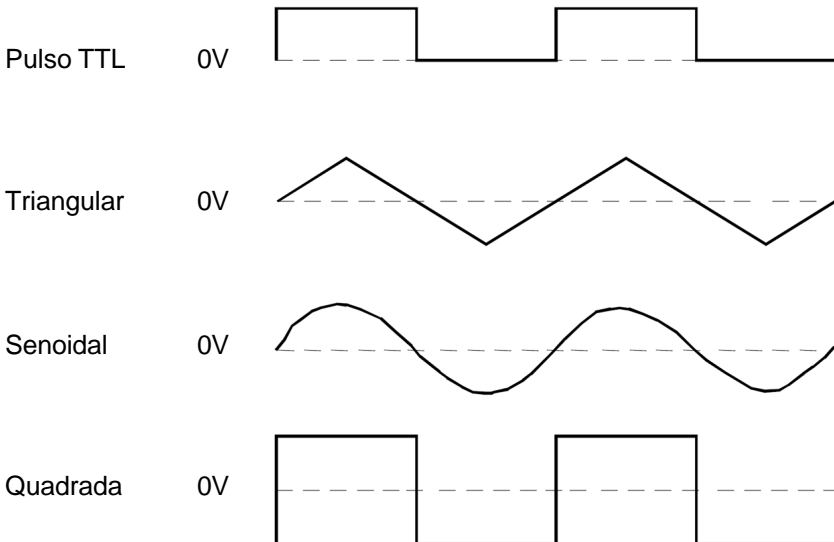

Figura 3: Formas de Onda de Saída e Relação de Fase
- E. Selecione a forma de onda senoidal, quadrada ou triangular pressionando a chave FUNCTION correspondente. A Figura 3 ilustra as formas de onda de saída e suas relações de fase.